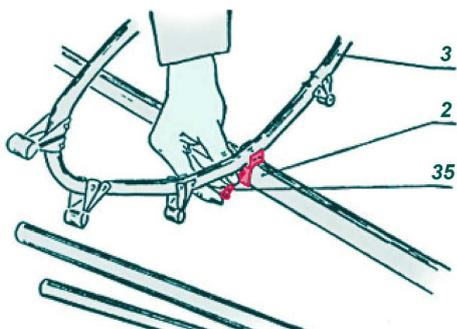

Рисунок 3.
2. Установите шпангоут № 1 (самый маленький без спинки) на блок штевня 2, зафиксировав нижнюю скобу шпангоута шарниром 33. (рис.3)